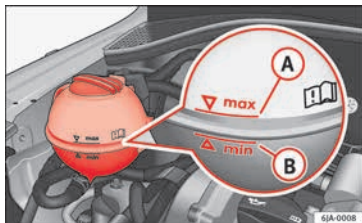

Fig. 208 Vano motor: depósito de líquido refrigerante.
– Compruebe el nivel de líquido refrigerante en el depósito de expansión del mismo » **fig. 208**. Con el motor frío, el nivel de líquido refrigerante debe encontrarse entre las marcas **(B)** (mín.) e **(A)** (máx.). Con el motor caliente, el nivel puede sobrepasar también ligeramente la marca **(A)** (máx.).
- Coloque un trapo sobre el tapa del depósito de expansión de líquido refrigerante » **fig. 208** y desenrosque el tapón con cuidado.
¡No rellene el depósito de líquido refrigerante más allá de la marca **(A)** (máx.) » **fig. 208**! El líquido refrigerante excedente es expulsado